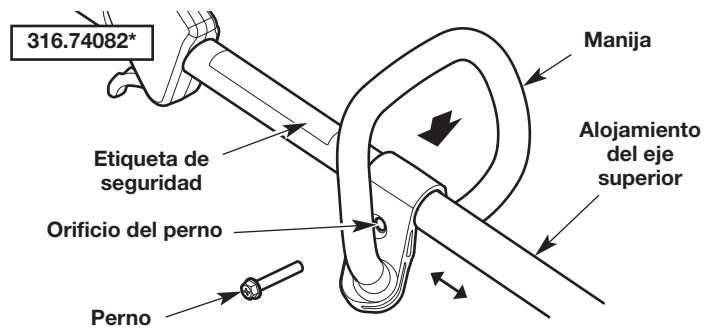
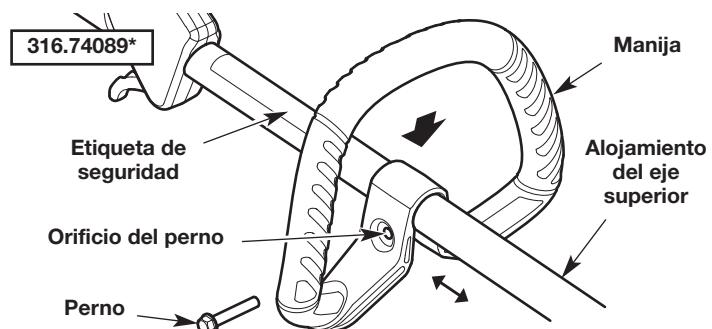

Fig. 5
Fig. 6
- Oprima la manija hacia abajo sobre el alojamiento del eje superior (Fig. 5 or Fig. 6). Asegúrese de que el orificio del perno mire hacia la derecha (Fig. 5 or Fig. 6).
- Inserte el perno en el orificio del perno y oprímalo para que pase a través de él (Fig. 5 or Fig. 6). Ajuste el perno con un destornillador de cabeza plana, pero no lo ajuste completamente.
- Mantenga la unidad en la posición de funcionamiento (Fig. 13). Mueva la manija hacia arriba o abajo del alojamiento del eje superior hasta que esté en una posición cómoda (Fig. 5 or Fig. 6). Compruebe que la manija esté ubicada más allá del extremo de la etiqueta de seguridad (Fig. 5 or Fig. 6).
- Afloje el perno con un destornillador de cabeza plana (Fig. 5 or Fig. 6).